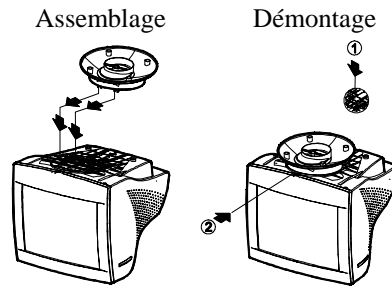

Figure 1 Installer et Retirer la Base Pivotante
- Posez avec précaution le moniteur sur un de ses côtés ou mettez-le à l'envers. (Voir figure 1)